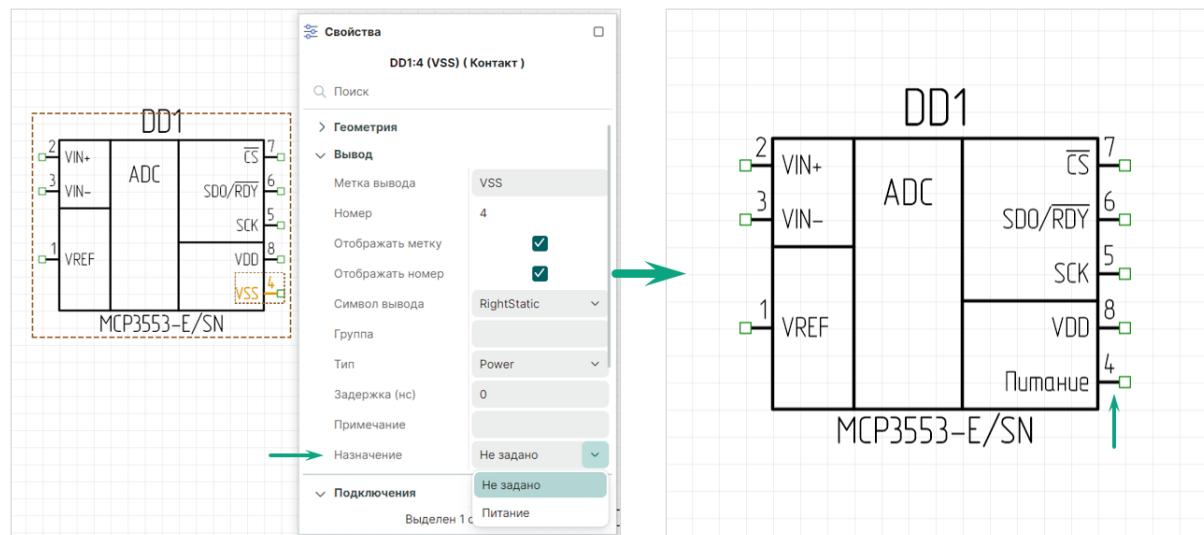

Рис. 257 Выбор назначения в панели "Свойства"
- В открывшемся списке «Свойства» → «Вывод» → «Назначение» выберите необходимую назначенную функцию, см. Рис. 257.